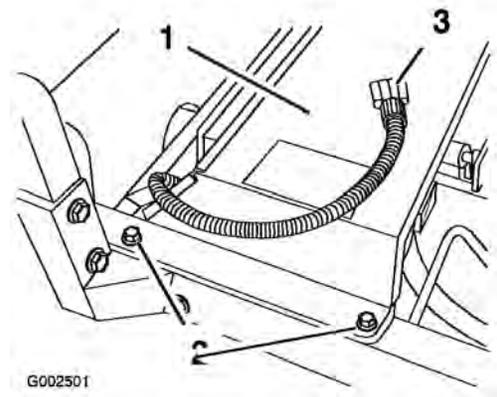

図 16
2. ラジエターの上からラジエター・カバーを取り付ける（図 16）。